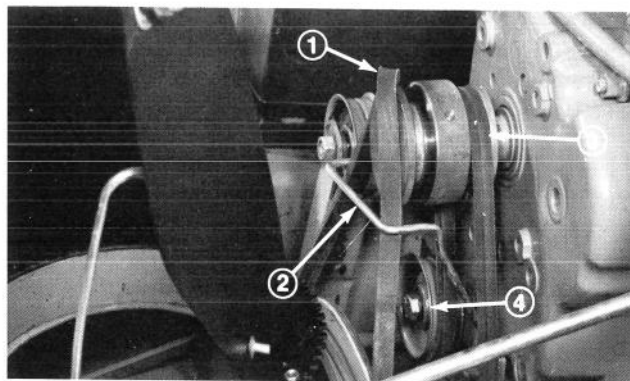

Fig. 38
4. Fjern derpå det eller de defekte bælte(r) og monter nye. Vær sikker på at indsamlingsskruens drivrem er installeret mod indersiden af remlederen (Fig. 38). Hjulenes drivrem skal være monteret mod indersiden af spændingshjulet (Fig. 38).
8. Fjern atter ledningen fra tænderøret og bælt-dækslet. Løsn låseskruen der fastholder spændingshjulet og pres spændingshjulet mod remmen (Fig. 38). Pres hjulet tilstrækkeligt til at remmen bliver spændt, dog ikke så meget at den bliver overspændt.